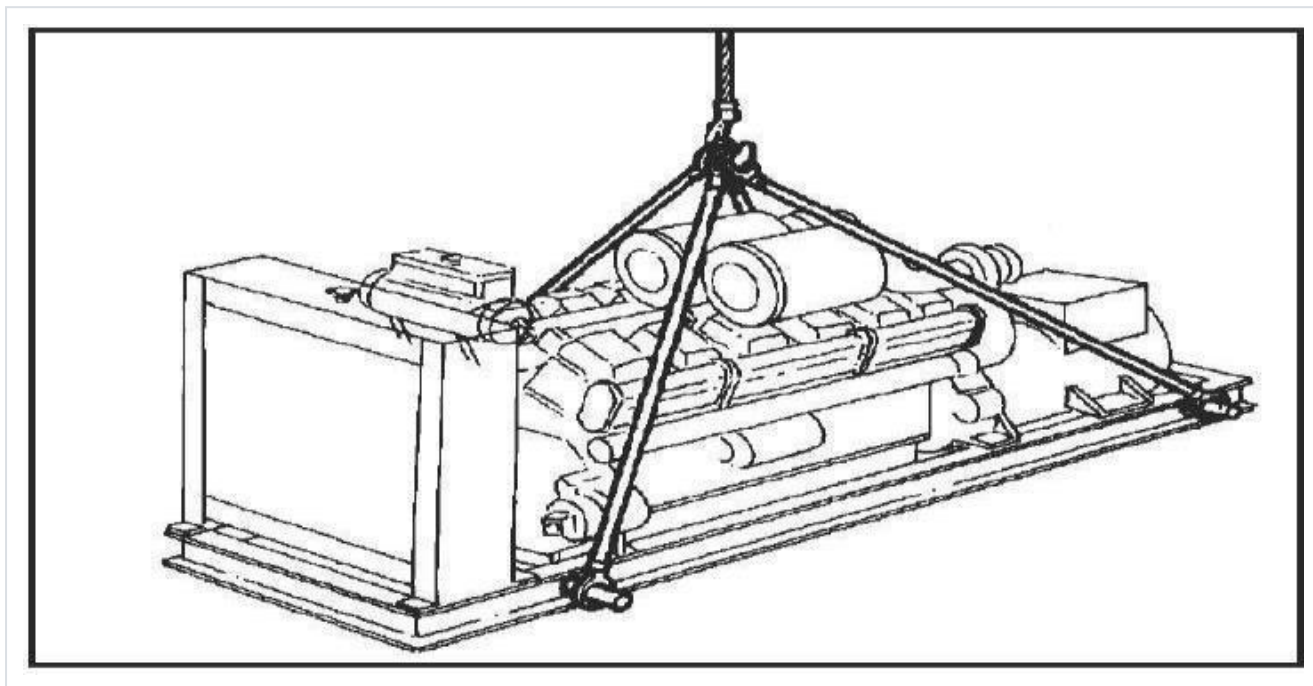
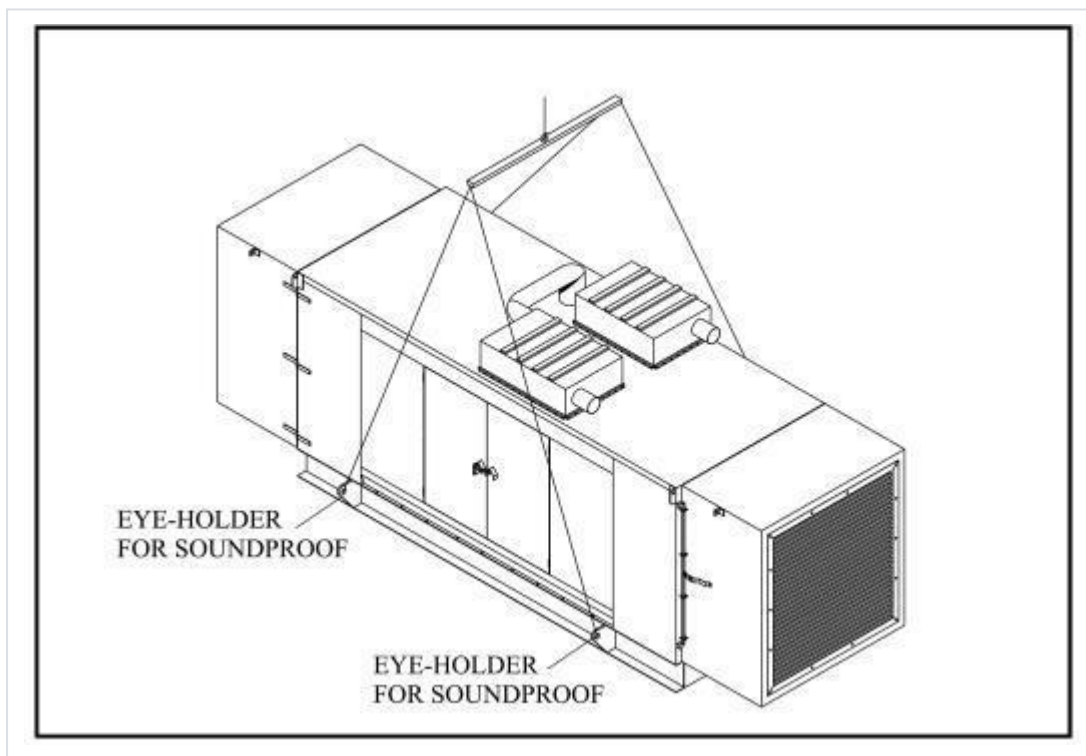

РИС. 8 — Подъем генераторной установки открытого исполнения.
РИС. 9 — Подъем генераторной установки в кожухе за предусмотренные рым-крепления.
- Генераторные установки и шумозащитные кожухи должны подниматься с применением подходящего грузоподъемного оборудования и правильной методики подъема (РИС. 8 и РИС. 9). Генераторные установки и кожухи должны подниматься снизу вверх с учетом равномерного распределения веса по четырем точкам подъема.